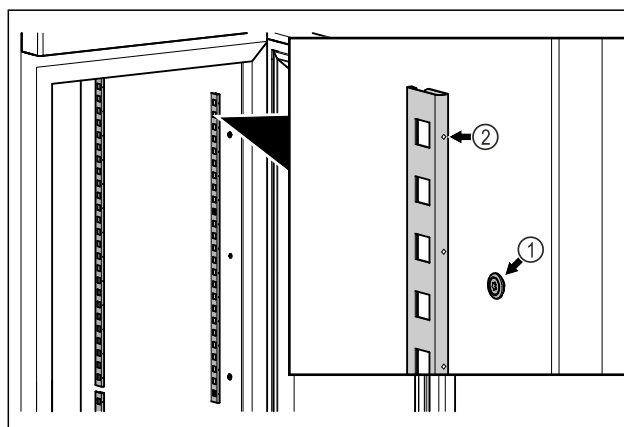

Fig. 54 Simbolična slika
- ▶ Zagozdne letve obesite na Fig. 54 (1) obešalni element. Oznaka Fig. 54 (2) mora biti obrnjena naprej.